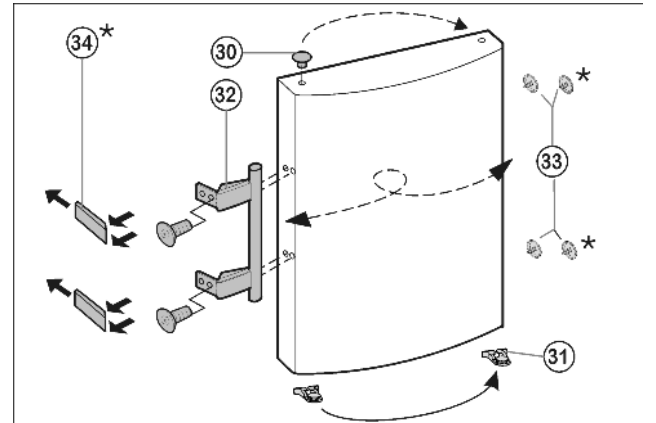

Fig. 8
- ▶ Enlever le bouchon Fig. 8 (30) du coussinet de la porte et le permuter de l'autre côté.
- ▶ Démontez la poignée de porte Fig. 8 (32), les bouchons Fig. 8 (33) et les plaques d'appui* Fig. 8 (34) et les permuter sur le côté opposé.